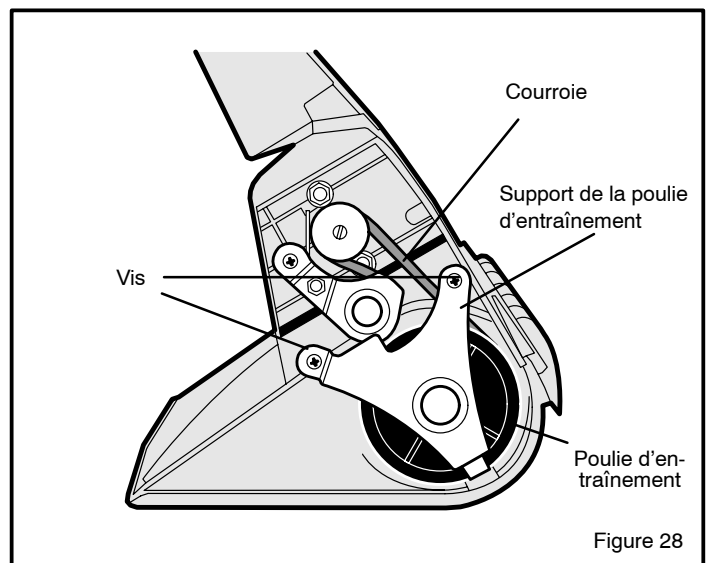

Figure 28
- Retirer les deux (2) vis et supports maintenant la poulie d'entraînement. Figure 28.